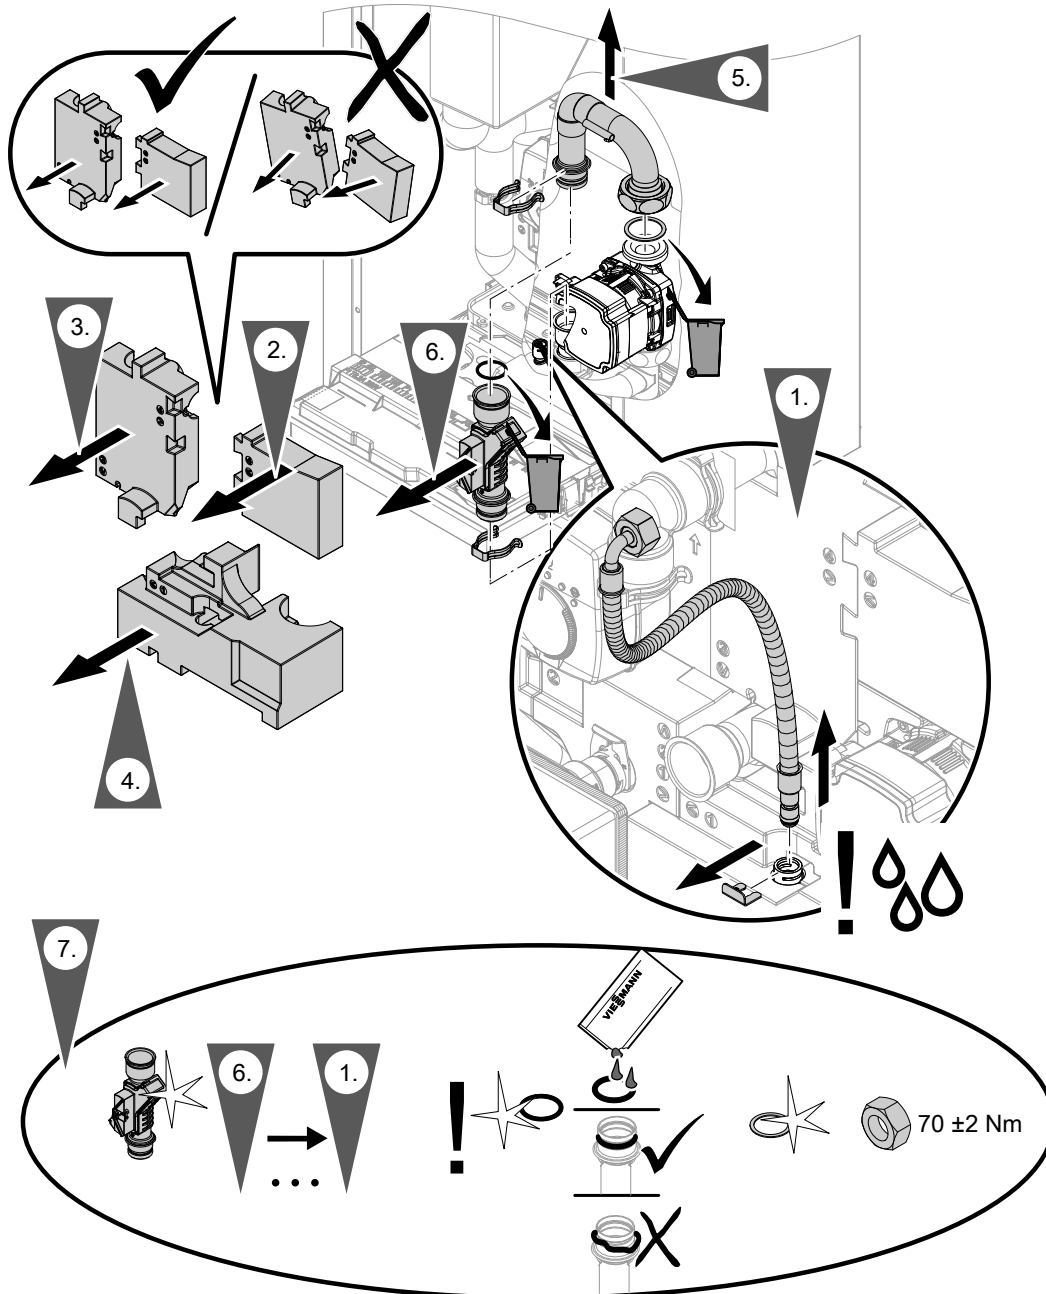

Abb. 94
- Anschlussleitung Volumenstromsensor (falls vorhanden): Siehe Abb. 94.